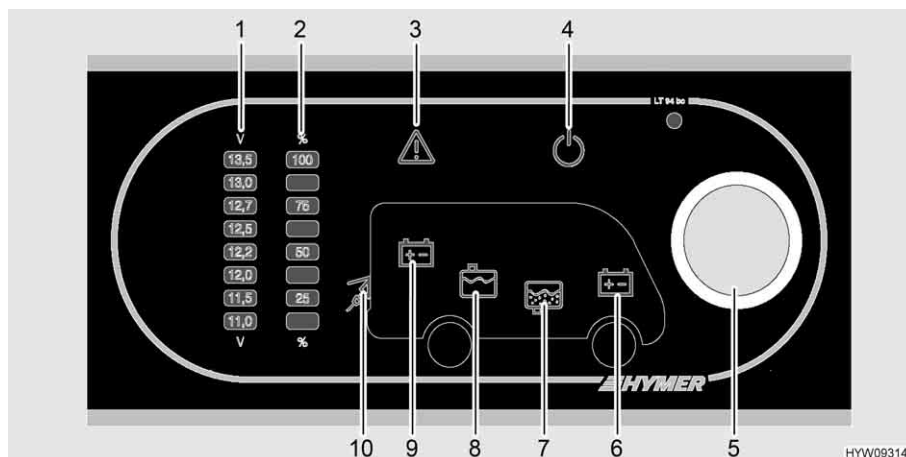

Fig. 101 Pannello di controllo (LT 94)
Il pulsante a rotazione (Fig. 101,5) inserisce o disinserisce il pannello di controllo e l'alimentazione a 12 V dell'abitacolo.
Accensione: ■ Premere il pulsante a rotazione (Fig. 101,5): L'alimentazione a 12 V dell'abitacolo è inserita. La spia di controllo a 12 V (Fig. 101,4) diventa verde.
Spegnimento: ■ Premere il pulsante a rotazione (Fig. 101,5): L'alimentazione a 12 V dell'abitacolo è disinserita. La spia di controllo a 12 V (Fig. 101,4) si spegne.
Mediante il pulsante a rotazione (Fig. 101,5) si possono interrogare sia la tensione della batteria dell'abitacolo che la tensione della batteria di avviamento. La tensione viene visualizzata sulla scala indicatore per la tensione della batteria (Fig. 101,1).
- Ruotare il pulsante a rotazione (Fig. 101,5), finché si accende il simbolo della batteria della quale deve essere interrogata la tensione.
Viene indicata la tensione della batteria dell'abitacolo (Fig. 101,9)
Viene indicata la tensione della batteria di avviamento (Fig. 101,6)
- Leggere la tensione sulla scala indicatore della tensione della batteria (Fig. 101,1).
Mediante il pulsante a rotazione (Fig. 101,5) si possono interrogare sia il livello del serbatoio dell'acqua che il livello del serbatoio delle acque grigie. Il livello viene visualizzato sulla scala indicatore livello dei serbatoi (Fig. 101,2).
- Ruotare il pulsante a rotazione (Fig. 101,5), finché si accende il simbolo del serbatoio del quale deve essere interrogato il livello.
Viene indicato il livello del serbatoio dell'acqua (Fig. 101,8)
Viene indicato il livello del serbatoio delle acque grigie (Fig. 101,7)
- Leggere il livello sulla scala indicatore del livello serbatoio (Fig. 101,2).
La spia luminosa Alarm (Fig. 101,3) lampeggia non appena i valori limite fissati vengono superati per eccesso o per difetto.
La spia luminosa Alarm (Fig. 101,3) lampeggia non appena la tensione della batteria scende al di sotto di 11 V. Se l'alimentazione a 12 V è accesa, si accende anche il relativo simbolo della batteria (Fig. 101,6 o 9), e l'indicatore "11,0" sulla scala indicatore della tensione della batteria (Fig. 101,1) lampeggia. Rischio di uno scaricamento totale della batteria.
La spia luminosa Alarm (Fig. 101,3) lampeggia ed il relativo simbolo del serbatoio (Fig. 101,7 o 8) si accende non appena il serbatoio dell'acqua è vuoto o il serbatoio delle acque grigie è pieno.
La spia di controllo a 230 V (Fig. 101,10) si accende quando all'ingresso della centralina elettrica è presente una tensione di rete.